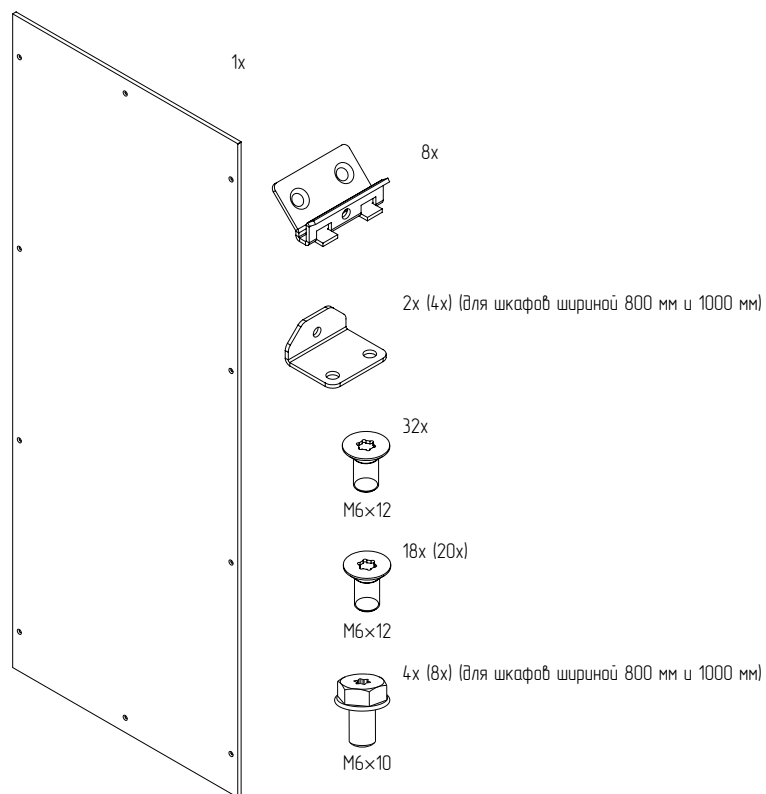

Рисунок 28
4.10.2 Проверить комплектность (рисунок 28).